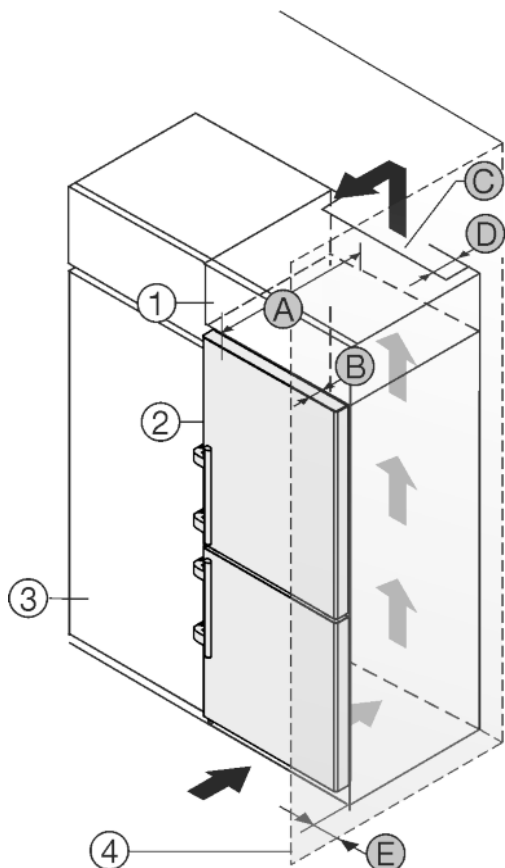

Fig. 50
Het apparaat kan in keukenkasten worden ingebouwd. Om het apparaat Fig. 50 (2) aan de hoogte van het keukenblok aan te passen, kan boven het apparaat een opzetkast Fig. 50 (1) worden aangebracht.
Het apparaat kan direct naast de keukenkast Fig. 50 (3) worden geplaatst. Om de deuren volledig te kunnen openen, moet het apparaat overeenkomstig de diepte Fig. 50 (B) t.o.v. het keukenkastfront uitsteken. Afhankelijk van de diepte van de keukenkast en het gebruik van de wandafstandhouders kan het apparaat verder uitsteken.
- Aan de achterzijde van de opzetkast moet een luchtafvoerkanaal met de diepte Fig. 50 (D) over de volledige breedte van de opzetkast aanwezig zijn.
- Onder het plafond moet de ventilatiedoorsnede Fig. 50 (C) worden aangehouden.
Wanneer het apparaat met de scharnieren naast een wand Fig. 50 (4) wordt geplaatst, moet de afstand Fig. 50 (E) tussen apparaat en wand worden aangehouden. Dit komt overeen met de uitsteekmaat van de handgreep bij geopende deur.